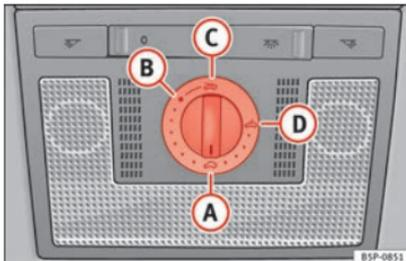

Fig. 56 Detalle del revestimiento interior del techo: mando giratorio del techo corredizo/deflector.
– Gire el mando a la posición **A** »» fig. 56 »» ⚠.